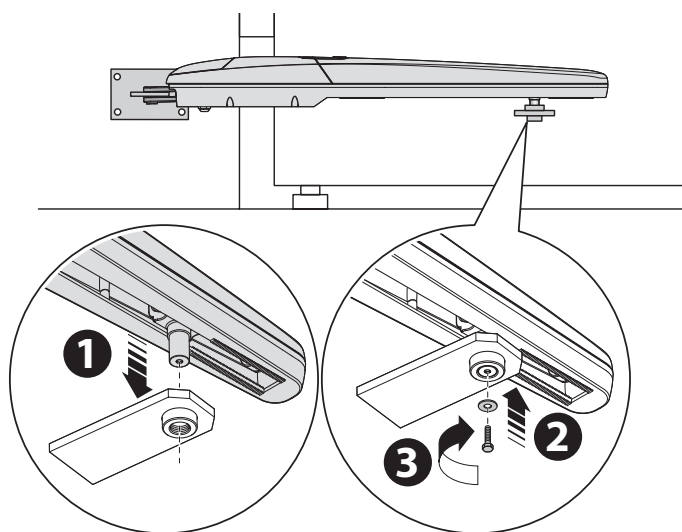

Fig. 7
01. Fijar el motorreductor al soporte como se muestra en la fig. 7 utilizando el tornillo y la arandela incluidos;